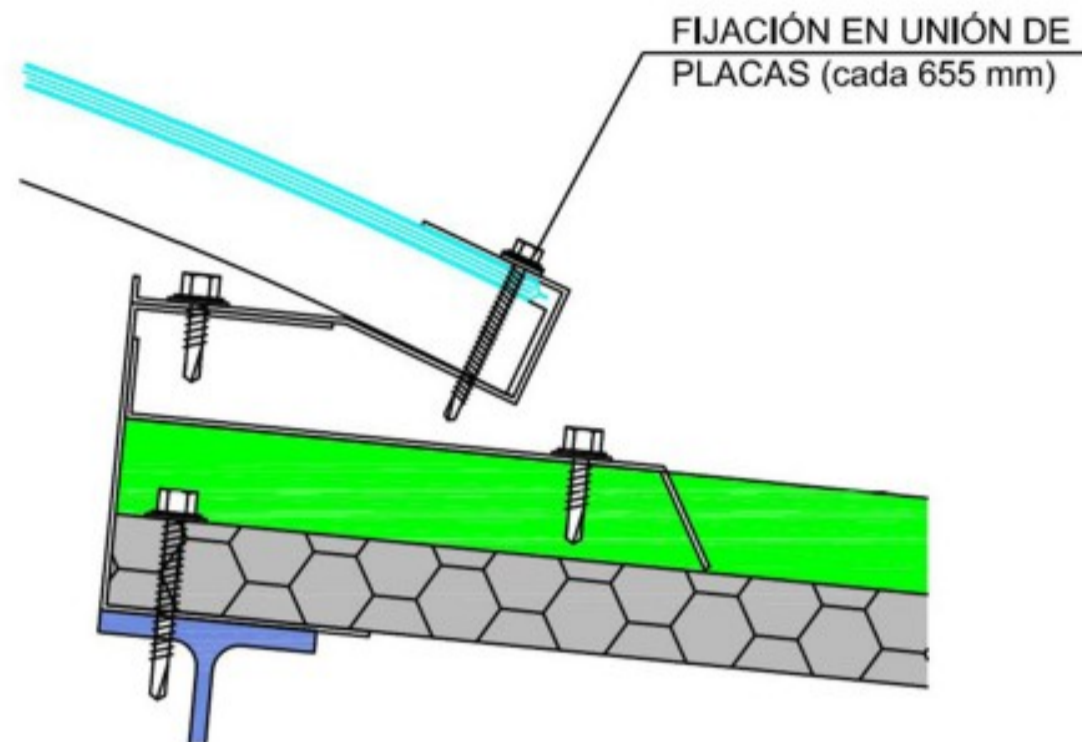

Fig. 16
16) Para una mayor seguridad se recomienda fijar con tornillos cada 655mm las uniones de placas en los montantes, según Fig. 16.